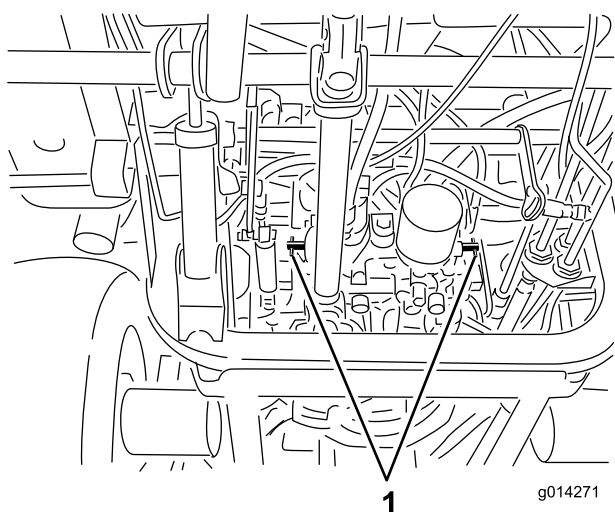

Figura 25
4. Rode cada válvula de derivação no sentido contrário aos ponteiros do relógio 1 volta (Figura 25).
Rode cada válvula de derivação 1 volta no sentido dos ponteiros do relógio e aperte-as à mão (aperte cerca de 8 N m) (Figura 25).